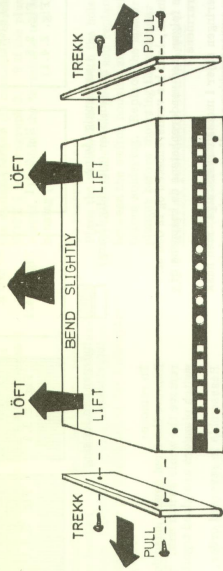

Fig. 2.1 Mekanisk demontering av kabinettet (sideplaten og toppen).
- 2.1.1 Kabinettet (se fig. 2.1)
2.1.1.1 The Cabinet (see Fig. 2.1)